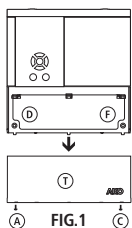

FIG.1
- Retirer le couvercle T de l'appareil (Fig. 1).
- Insérer et serrer les vis D, F (Fig. 1).
- Après avoir connecté les câbles comme sur le schéma de connexion, fermer le couvercle T, insérer et serrer les vis A, C (Fig. 1).